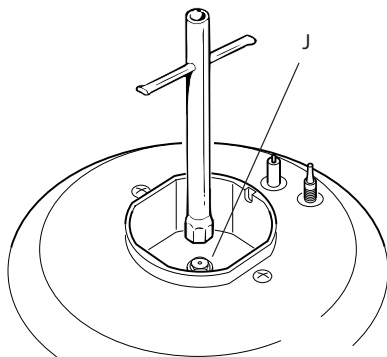

Fig. 8.4
- Con una chiave fissa sostituire gli ugelli "J" (fig. 8.4 - 8.5) con quelli idonei per il gas da utilizzare.